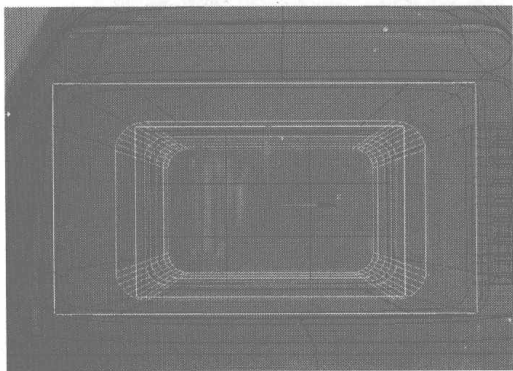
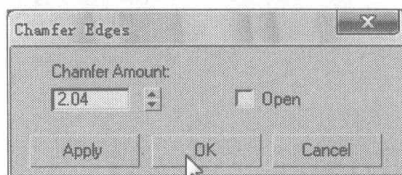
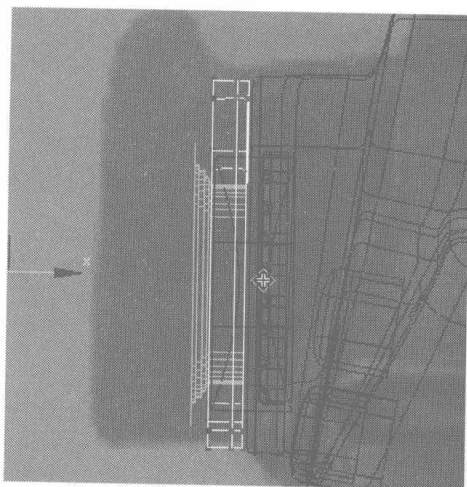

图 6.217
图 6.218
图 6.219
- 04 选择如图 6.217 所示的边线，在 Edit Edges 卷展栏中单击 **Chamfer** 右侧的小按钮，在弹出的对话框中设置边线倒角参数，如图 6.218 所示，并在 Left 视图中调整该物体的厚度，如图 6.219 所示。